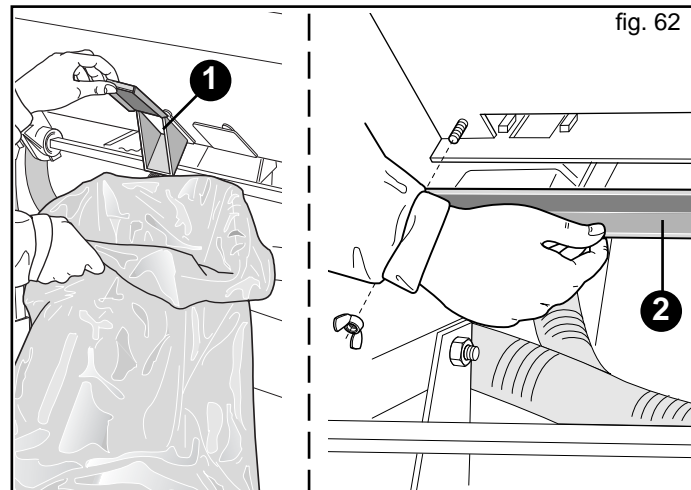

fig. 62
- Les réservoirs doivent être vides durant le transport routier. Evacuer le produit résiduel de la porte (1, Fig. 62).
- Evacuer le produit résiduel de la porte (1, Fig. 62), enlever les écrous à ailettes, démonter la fermeture (2, Fig. 62) et nettoyer abondamment avec de l'eau. Respecter les normes écologiques pour l'élimination des liquides polluants.